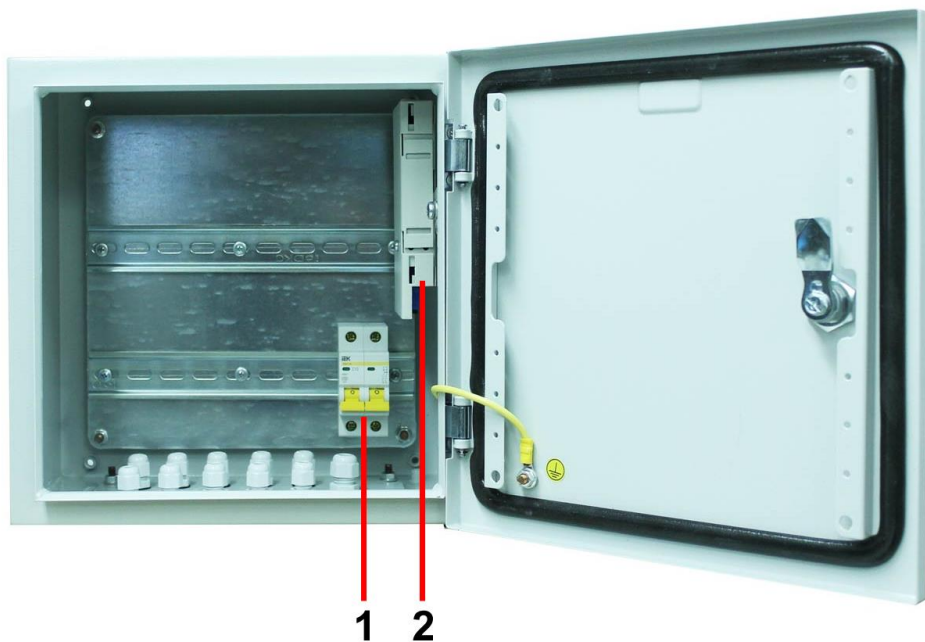

Рис.10 Базовая уличная станция OS-331, внутренние элементы
6. Проденьте через гермовводы оптоволоконный кабель. Демонтируйте оптический кросс. Сварите оптические волокна кабеля с пигтейлами. Место сварки упаковывается в оптическую гильзу и укладывается на ложемент. Пигтейлы (SC) подключите к оптическим розеткам кросса (SC-SC). Подключите оптическими патч-кордами (SC-SC) SFP-модули, вставленные в коммутатор (слоты FX1 FX2), рис.10 и розетки (SC-SC) оптического кросса. Установите оптический кросс обратно.